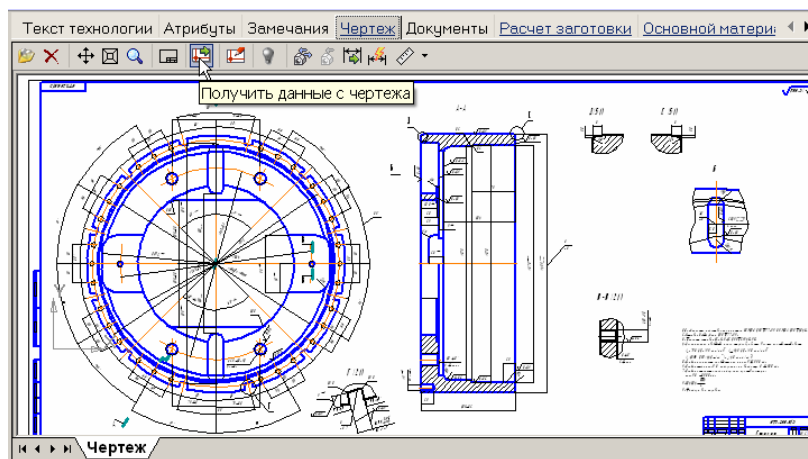

Рисунок 38 – Выбор экспорта данных с чертежа
2.12.3 Вся информация о детали, на которую проектируется технологический процесс, отображается на вкладке дерева ТП «Атрибуты». Поэтому следующим шагом проектирования будет заполнение полей данной вкладки. Для автоматического заполнения некоторых полей можно передать основные данные из присоединенного чертежа детали. Для этого на вкладке «Чертеж» нажимаем кнопку «Получить данные с чертежа» (рисунок 38).